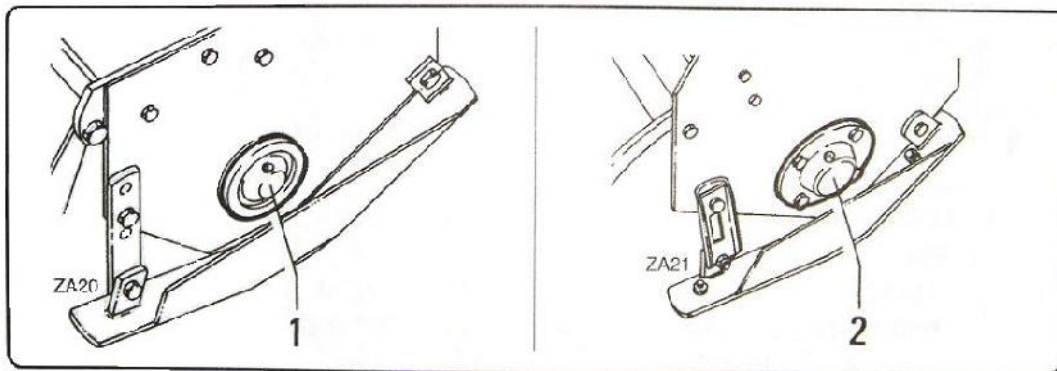

fig. 7.4.1
- Graisser le support "1" Fig. 7.4.1 du rotor et de s'assurer qu'il ya de graisse dans le bon support "2" fig.7.4.1.